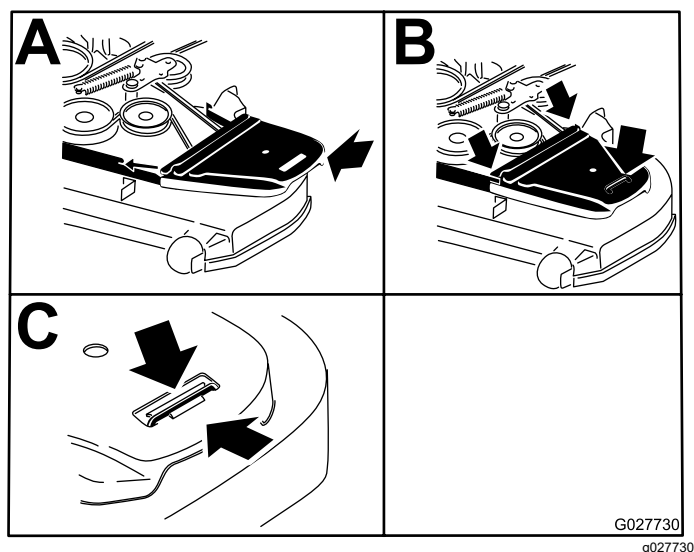

Figure 94
11. Posez les protège-courroies (Figure 94).